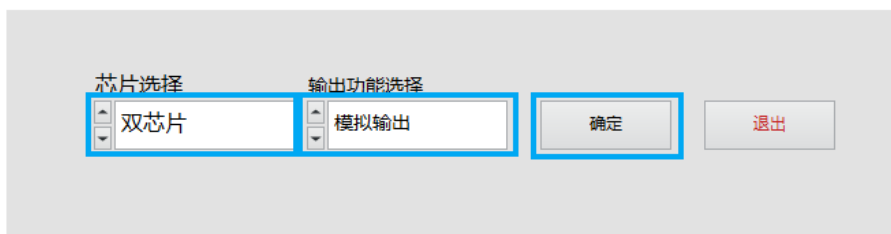
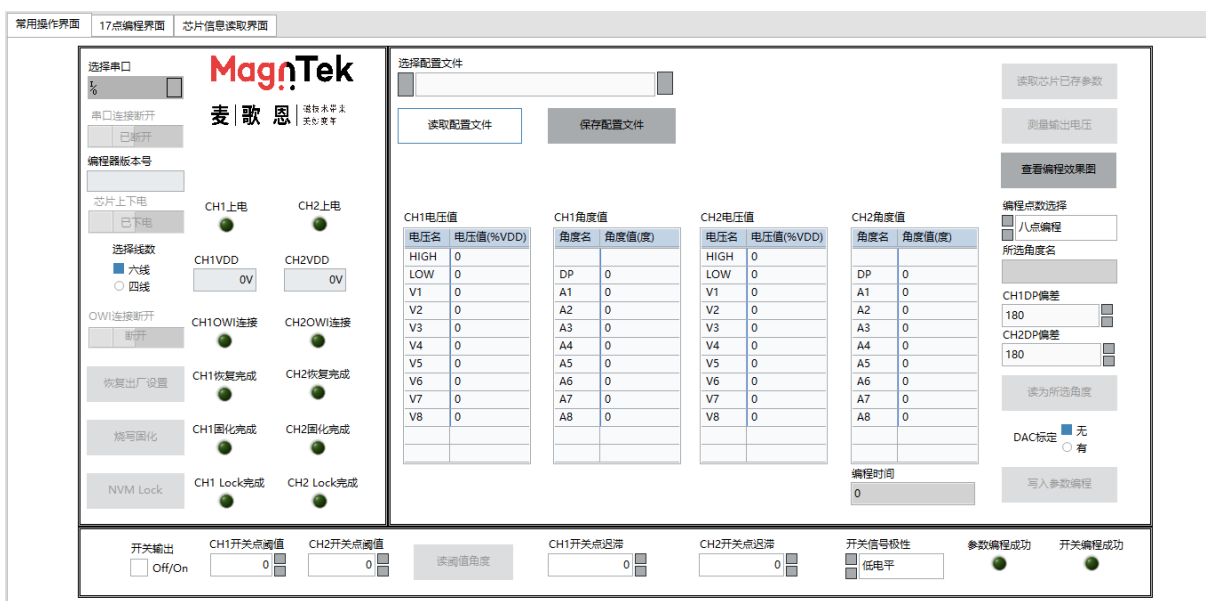

图 5.2.1 芯片模式选择界面
图 5.2.2 双芯片模拟输出编程主界面
- 3、双击“PB600GUI.exe”文件，打开软件，弹出芯片模式选择界面（图 5.2.1）。这里选择“双芯片”、“模拟输出”参数后单击“确定”，即进入该模式编程界面（图 5.2.2）。